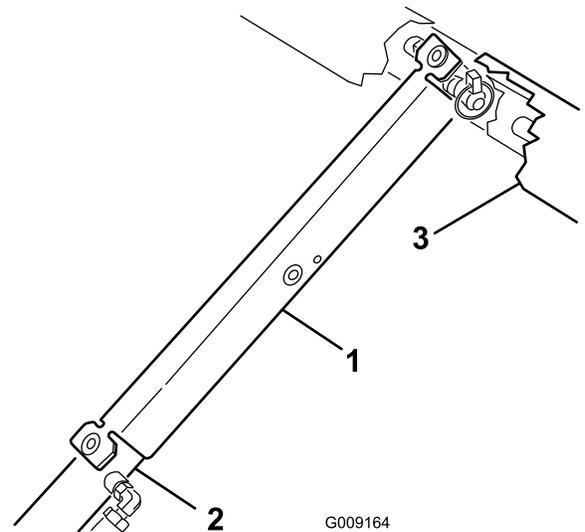

Bild 33
3. Schieben Sie die Ladepritschenstütze auf die Zylinderstange. Achten Sie darauf, dass die Endnasen der Stütze auf dem Ende der Zylindertrommel und auf dem Ende der Zylinderstange aufliegen (Bild 33).